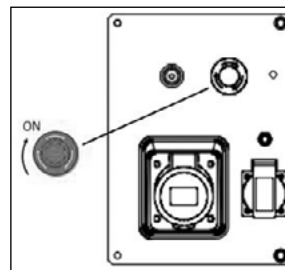

рис.11
- Убедитесь, что кнопка аварийной остановки не утоплена, повернув ее по направлению указанному стрелками на ней (рис.11).